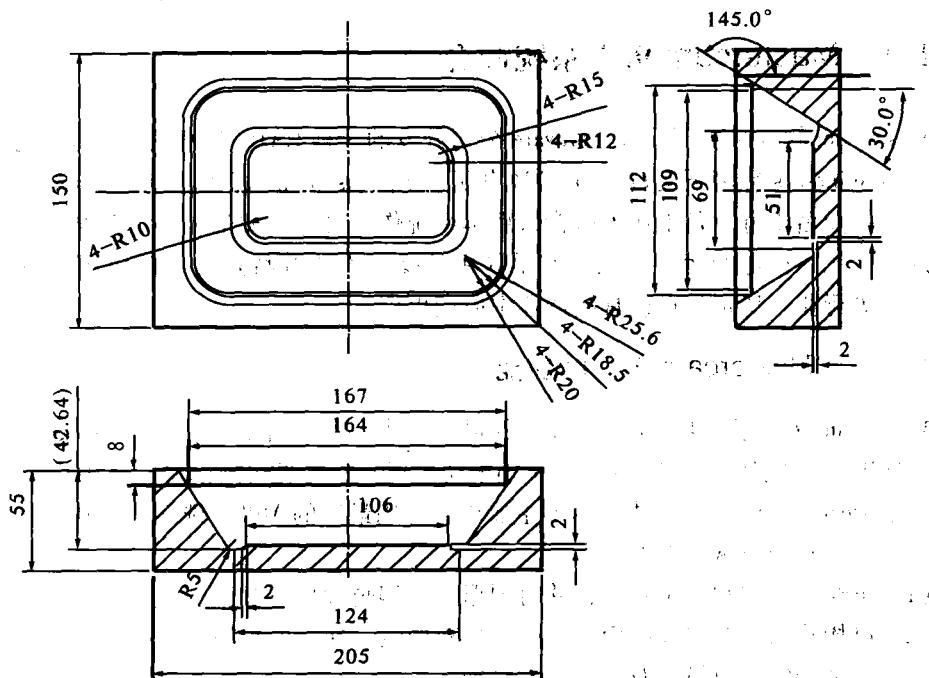

图 1.1 零件图
1. 零件图样和加工工艺分析 零件图样和加工工艺分析是数控编程的基础，主要内容包括：① 分析零件的几何形状、尺寸、公差及精度要求；② 确定零件相对机床坐标系的装夹位置及被加工部分所处的坐标平面；③ 选择刀具并准确测定刀具有关尺寸；④ 确定工件坐标系、编程原点，找正基准面以及对刀点；⑤ 确定加工路线；⑥ 选择合理的加工工艺参数，如图 1.1 所示。